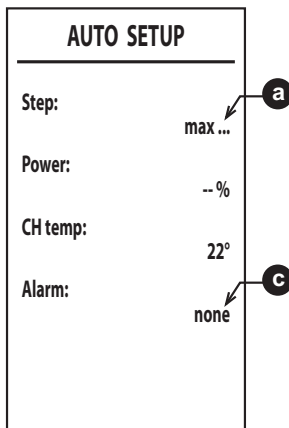

fig. 52
6. După aprindere, arzătorul se poziționează pe încălzire la diferitele puteri (max, med, min) indicate de punctul **a** (fig. 52).
8. Dacă secvența de aprindere descrisă la punctul „6” nu s-a finalizat cu succes, apare mesajul **max_err** la punctul **a** și un cod de eroare la punctul **c** (fig. 52).